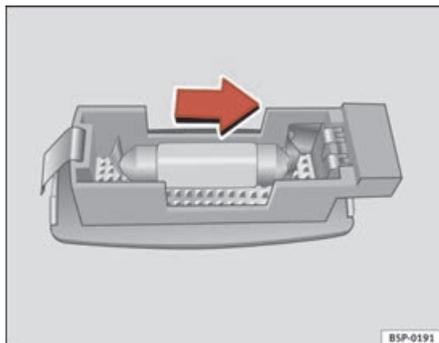

Abb. 204 Ausbau der Leuchte in der Sonnenblende
- Das Lampenglas mit einem Schraubenzieher vorsichtig an der Vertiefung heraushebeln, wie dies der Pfeil zeigt ⇒ Abb. 204.
⇒ Abb. 204. ■